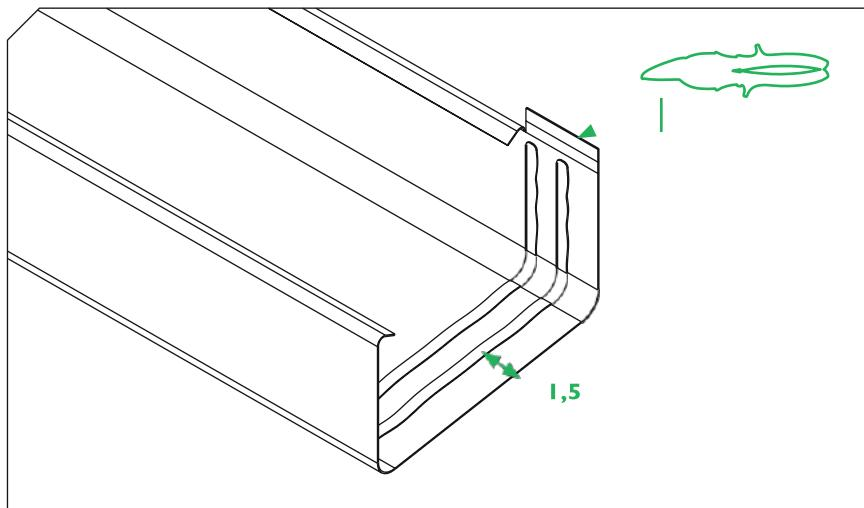

Рисунок 8
- 3.2. Отрежьте и согните часть капельника второго желоба на отмеченном расстоянии (35 мм) (Рисунок 8) и вставьте желоб в паз кронштейна.
- 3.3 На внутреннюю сторону желоба нанесите клей-герметик – примерно на 1,5 см от конца желоба (Рисунок 8)